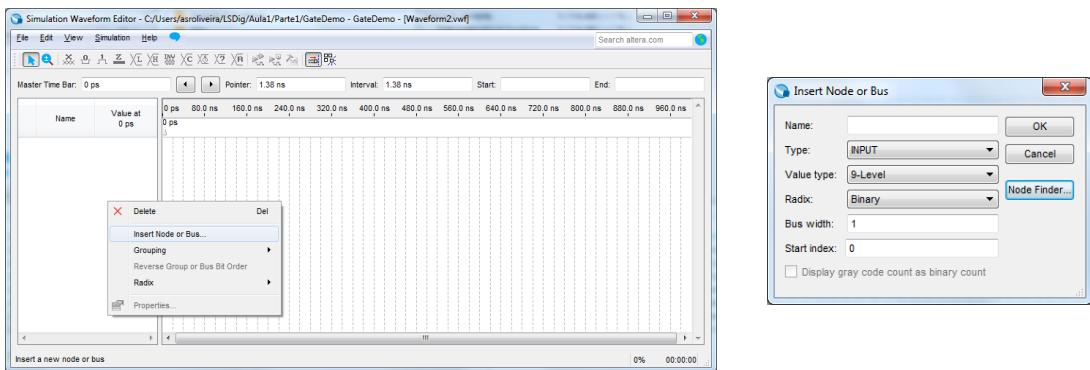

Figura 17 – Janela do simulador antes da especificação dos sinais de entrada e de saída a usar na simulação.
10. Após preuir “OK” a janela seguinte deverá abrir, onde deverão ser indicados os sinais a usar na simulação (Figura 17).